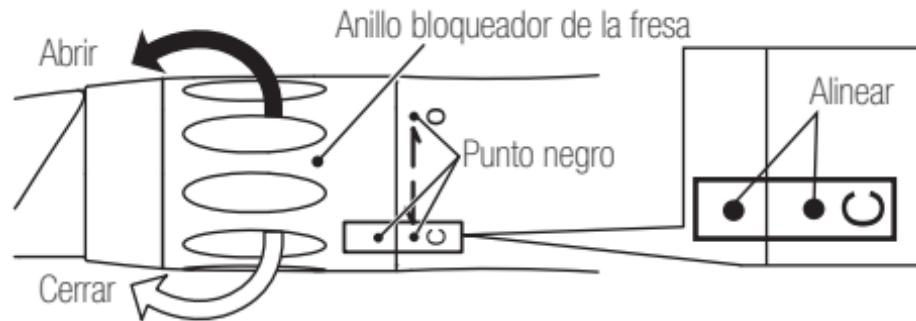

Fig. 1
- 1) Gire el anillo bloqueador de la fresa en dirección de la marca [O] hasta que haga clic. (Fig. 1)